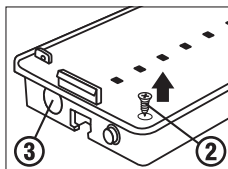
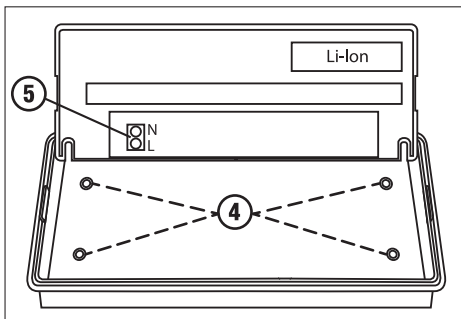

Рисунок 2.
Рисунок 3.
3. Открутите винты ② и откройте панель отражателя со светодиодами. Рис. 2
4. Наметьте место будущей установки светильника и просверлите два отверстия ④.
5. Подготовьте отверстие ③ в корпусе светильника под сальник (входит в комплект).
6. Установите сальник в подготовленное отверстие ③ и протяните через него сетевой провод.
8. Подключите провод к клемной колодке ⑤ в соответствии с указанной полярностью клеммы L и N. Рис. 3